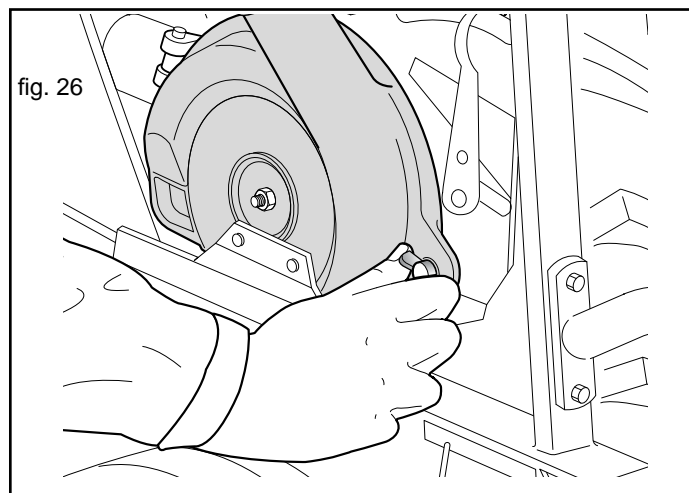

fig. 26
- Serrare il dado ad alette di chiusura coperchio solamente con le mani (Fig. 26).
- 1) Svitare e togliere il dado ad alette (Fig. 26);
- 6) Richiudere il coperchio e riavvitare il dado ad alette (Fig. 26).